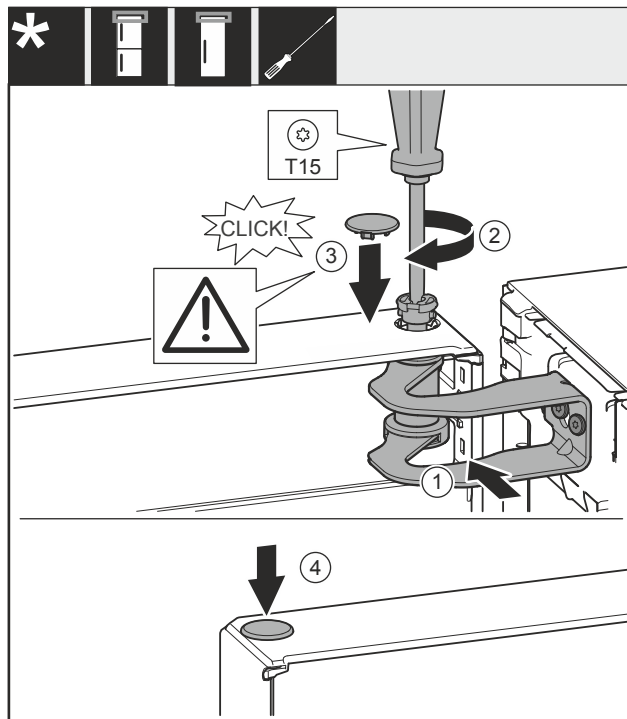

Fig. 23
- Allineare la porta all'apertura nella staffa di supporto Fig. 23 (1).
- Inserire i perni Fig. 23 (2) e stringerli con un cacciavite.
- Inserire la copertura Fig. 23 (3).
- Controllare che la copertura Fig. 23 (3) poggi sulla porta.
- Inserire la copertura Fig. 23 (4).